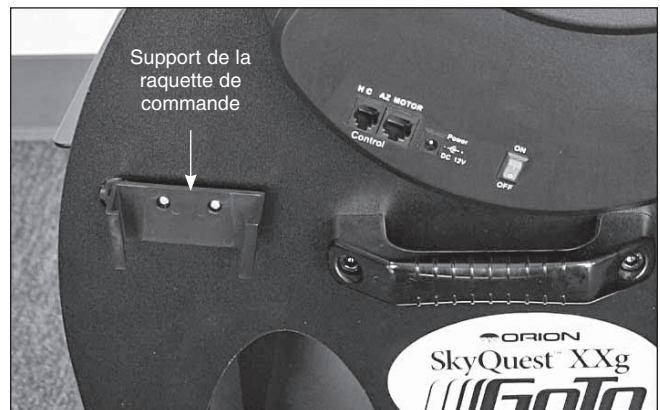

Figure 12. Trouvez les deux avant-trous et fixer le support de la raquette de commande, mais ne serrez pas trop les vis.
8. La base des XXg comporte un support où ranger la raquette de commande lorsque vous ne l'utilisez pas. Le support s'installe sur le panneau latéral gauche, à côté du carter du moteur d'altitude (**figure 12**). Localisez les deux petits avant-trous et fixez le support en utilisant les vis correspondantes jusqu'à ce qu'elles soient juste serrées. Ne serrez pas trop ces vis pour ne pas abîmer les filetages.